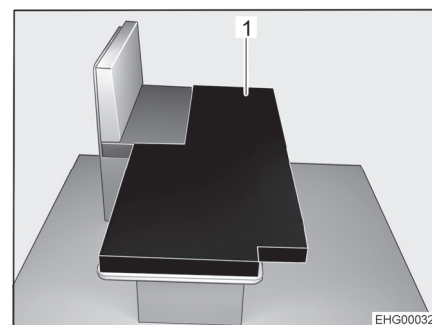

Fig. 42 Después de la transformación
- Colocar el cojín adicional (Fig. 42,1) en la mesa bajada del modo mostrado en la imagen.